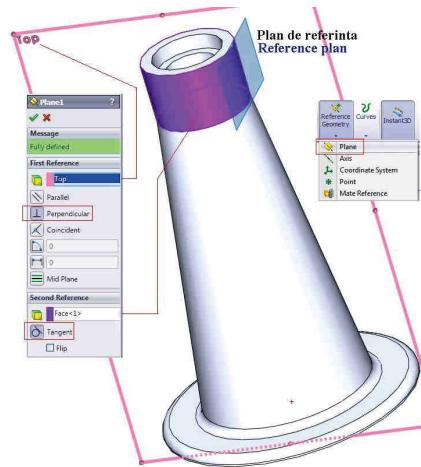

Fig. 1.5
- Click ✓; în zona grafică și în **FeatureManager** va apărea o nouă entitate **Plane1**, fig. 1.5.
- Click ✓; the new feature, **Plane1**, appears in the **FeatureManager** design tree and in the graphics area, fig. 1.5.